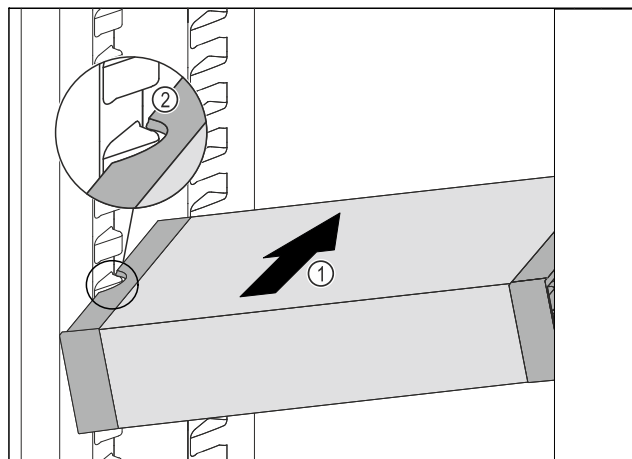

Fig. 190
- Zasuňte VarioSafe do chladničky pod úhlem tak Fig. 190 (1), aby vybrání na bocích Fig. 190 (2) VarioSafe byla na úrovni žebrování na nádoby v chladniče.